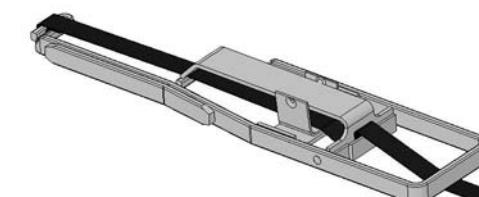

Fig. 5
- Bajar la palanca de cierre a tope hasta que encaje bien, véase fig. 5.
- Chiudere in avanti la leva fino a completo bloccaggio della striscia (vedi fig. 5)
- Klappen Sie den Schließhebel um, bis er einrastet, siehe Fig. 5.
- Rotate locking lever forward until it snaps into place as shown in fig. 5.
- Placez le levier de serrage vers l'avant jusqu'à son enclenchement, voir figure 5.